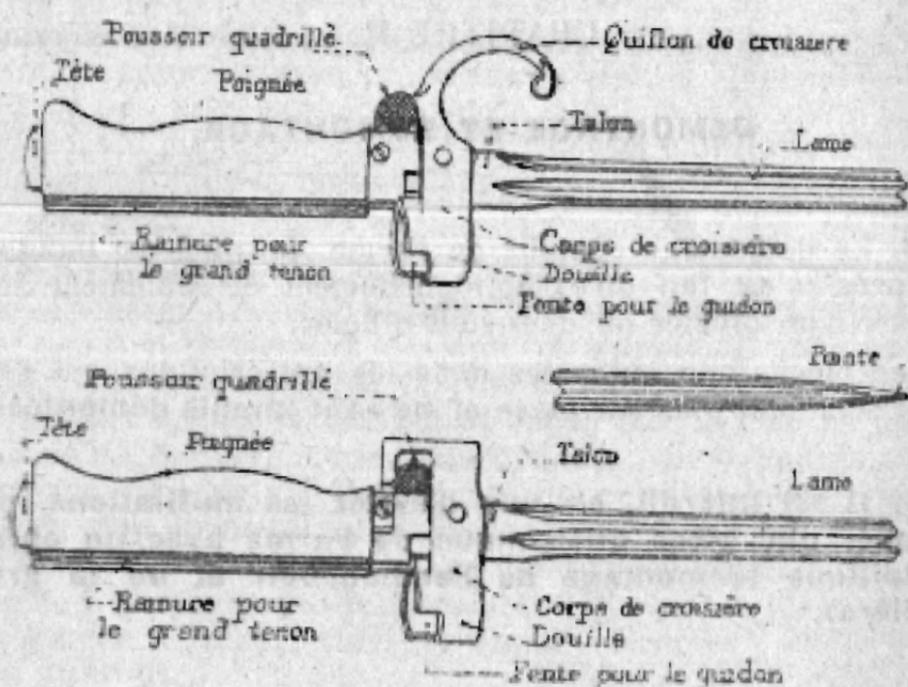

Fig. 27. — Epée-baionnette.
88. L'épée-baionnette (fig. 27) se divise en trois parties principales :